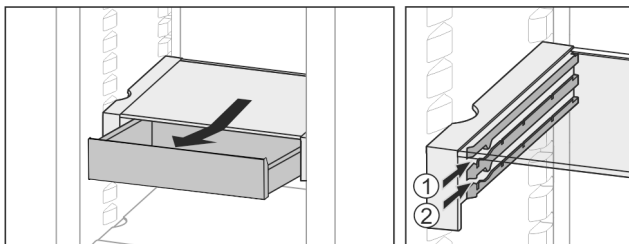

Fig. 18
- ▶ Introduceți la înălțimea dorită Fig. 18 (1) sau Fig. 18 (2).